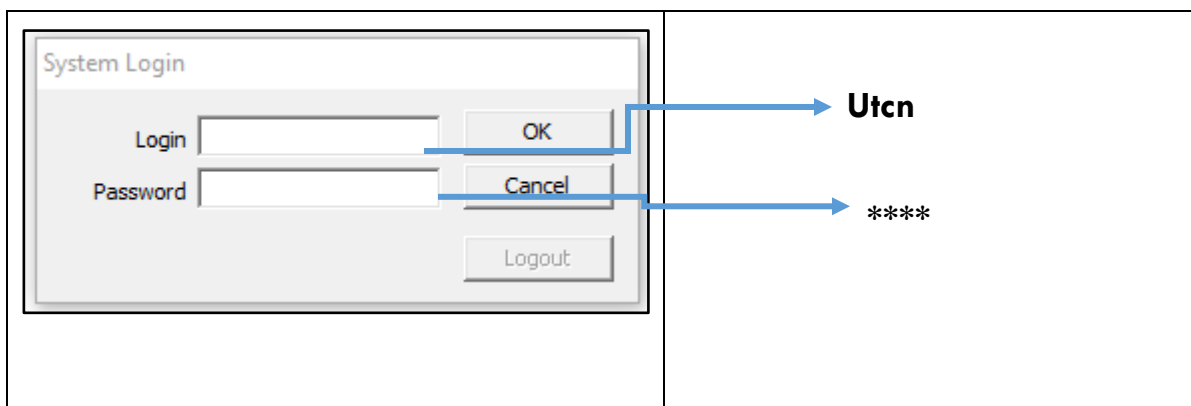

Fig.33. Date de logare
- 5 Butonul "User Settings" deschide fereastra de setări a interfeței, disponibilă doar pentru admin, după cum se observă în Fig.33.